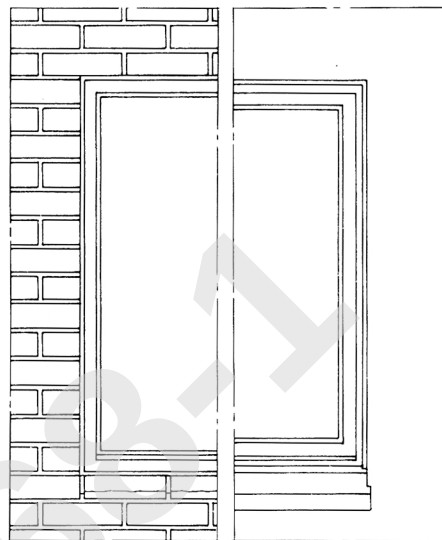

Fig. 01 Mål 1 : 20
- 01 Dette blad beskriver innsetting og omramming av vinduer og dører i skallmur med impregneret mineralull som varmeisolasjonsmateriale, fig. 01. Hvis det brukes annet materiale som isolasjon, må enkelte av de detaljer som her er vist, forandres.